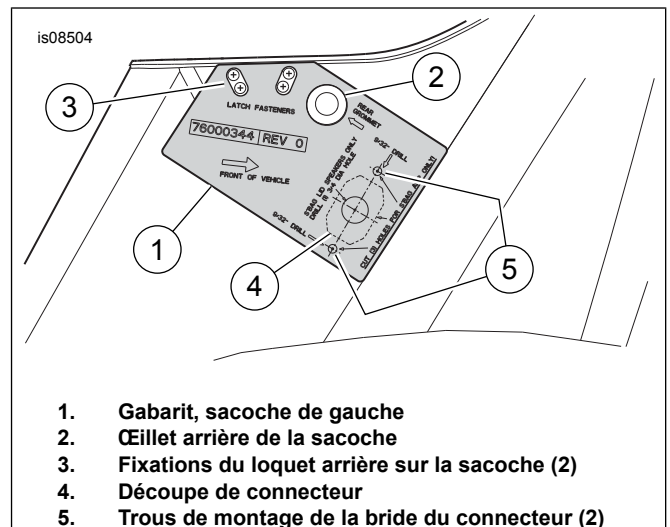
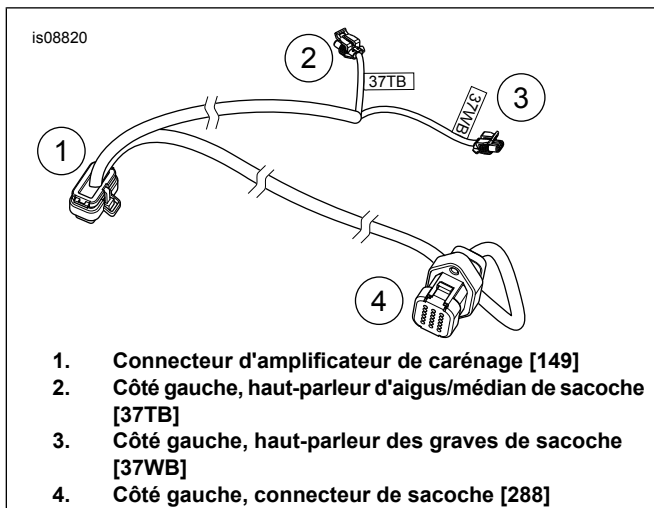

Figure 3. Perçage de la sacoche gauche pour l'installation de l'amplificateur Stage II.
Figure 12. Faisceau de fils, haut-parleur de sacoche côté gauche
2. Placer la sacoche sur une surface protégée avec la face de montage (interne) vers le haut. Voir Figure 3. Placer le gabarit (1) sur la sacoche. Aligner les ouvertures de la fixation de l'œillet (2) et du loquet (3). Tracer la ligne de coupe (4) pour le connecteur [288A] sur la sacoche. Si les haut-parleurs du couvercle de la sacoche ont été précédemment installés, les fils du haut-parleur gauche peuvent se situer à l'emplacement de découpe du connecteur. Retirer le fil et l'œillet.
3. Couper avec soin la découpe (4) dans le gabarit (1) pour le connecteur [288A] en suivant la ligne en pointillés.
4. Percer deux trous guide (5) pour les emplacements de montage de la bride du connecteur.
5. Retirer le gabarit. Vérifier la dimension de la découpe (4) avec le connecteur à bride à 18 fiches [288A] sur le faisceau de la sacoche (voir Figure 12, Article 4) de ce kit.
7. Voir Figure 3, Article 5. Percer deux trous aux emplacements du trou guide de montage de la bride du connecteur.